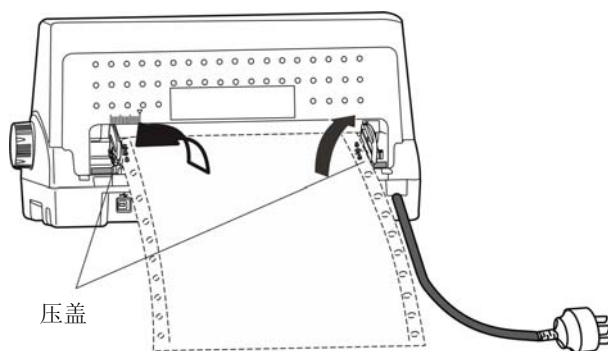

图 3-7 将连续纸安装在拖纸器上
4. 打开左、右拖纸器的压盖，将纸装入拖纸齿形带上（如图 3-7 所示）。